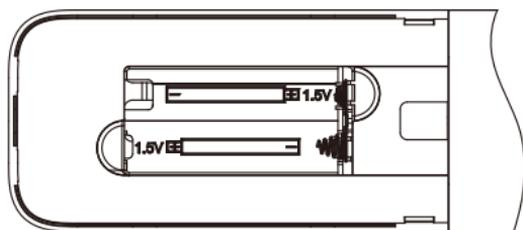

Figura 2.4
- 3) Retire las pilas usadas. Coloque dos pilas AAA nuevas según las polaridades positiva y negativa indicadas (véase la Figura 2.4). Cierre la tapa del compartimento de las pilas.